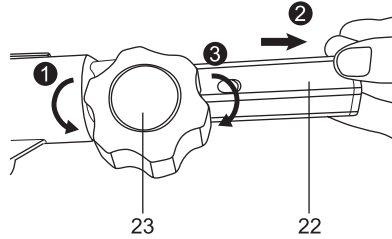

Fig. 2
3. Afloje el mando de bloqueo (23) girándolo hacia la izquierda y tire para sacar de la barra de extensión (22). Tenga cuidado ya que la barra puede retraerse rápidamente. A continuación, apriete el mando de bloqueo (23) girándolo hacia la derecha. (Fig. 2)